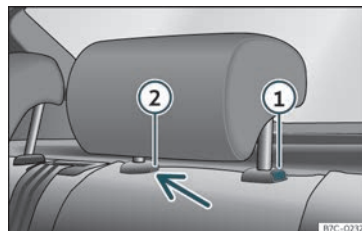

Fig. 99 Reposacaps del darrere: desmuntatge.
- Premeu la tecla »» fig. 99 ① i, prement alhora per l'orifici del fiador ② amb un tornavís pla de màxim 5 mm d'amplada, traieu el reposacaps.